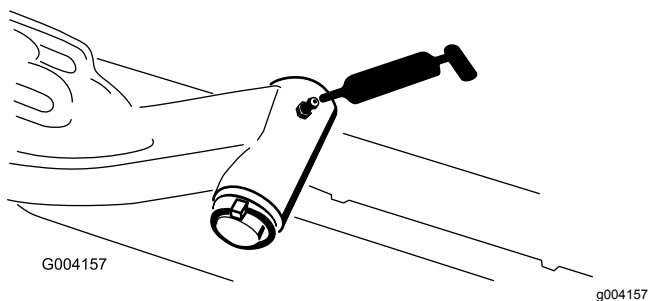

**Figura 78**
- Telaio portante e perno dell'apparato di taglio (2 cad.) (Figura 78)